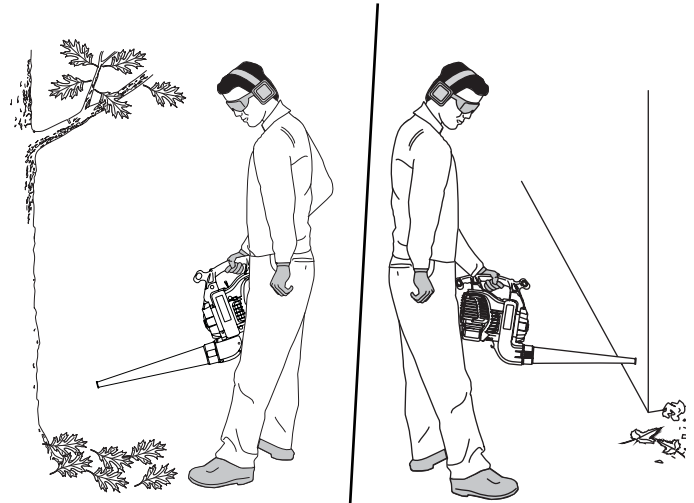

Fig. 18
- 1 Use la sopladora para árboles, arbustos, macizos de flores y zonas de limpieza difícil (Fig. 18).
2. Use la unidad alrededor de edificios y para otras limpiezas normales (Fig. 18).